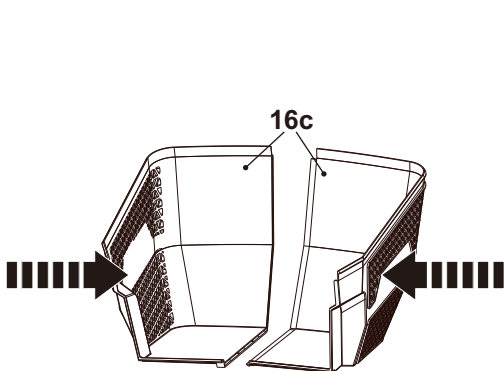

Fig. 4
1. Alignez les faces avant des deux fonds de bac (16c) du bac de ramassage (16). Assemblez les deux fonds de bac (16c) en commençant par l'avant (Fig. 4).